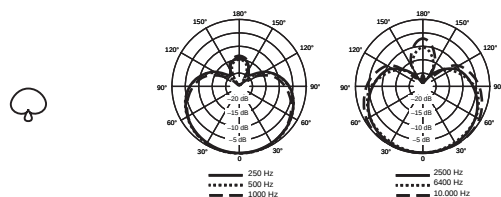

ABBILDUNG 5. TYPISCHE SUPERNIERENCHARAKTERISTIK
**Superniere.** Die schmalere Richtcharakteristik bietet bessere Unterdrückung außersaxialer Schallquellen und maximale Rückkopplungssicherheit. Die Supernierencharakteristik ist ideal für laute Umgebungen oder Beschallungen, bei denen mehrere Tonquellen in unmittelbarer Nähe voneinander liegen. Siehe Abbildung 5.